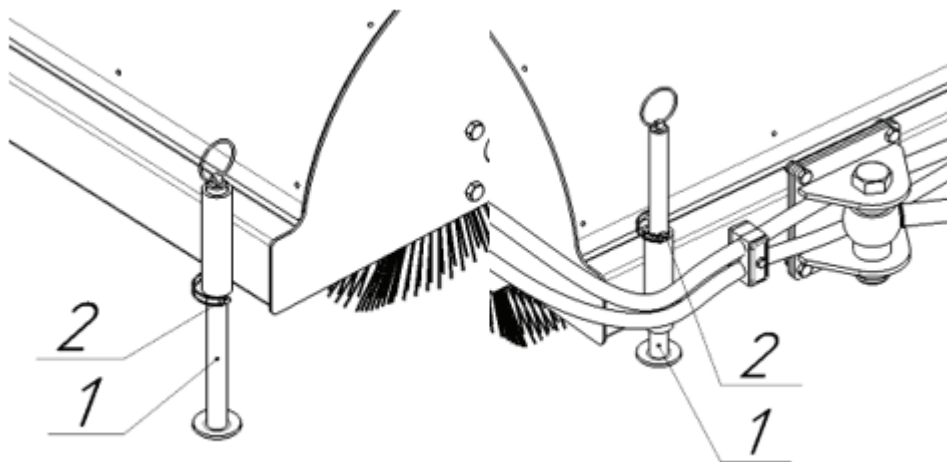

Рисунок 9 – Перемещение опорных стоек
- Извлеките фиксаторы в опорных стойках (Рис. 9). Переместите опорные стойки вдоль направляющих в крайнее верхнее положение. Зафиксируйте опорные стойки фиксаторами в крайнем верхнем положении.